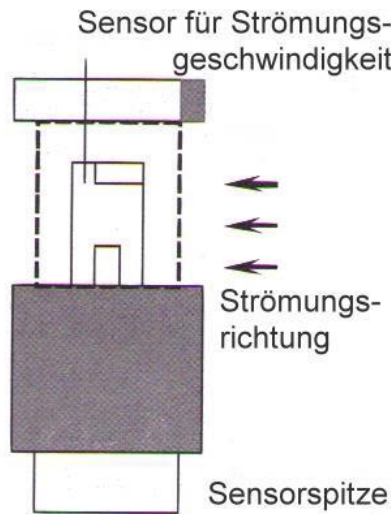

Fig 4
6. En el lado superior del sensor se encuentran flechas para la dirección de caudal. Estas flechas deben corresponder con la dirección de caudal (Fig. 4). Ahora puede leer en la pantalla principal la velocidad de caudal y en la pantalla secundaria la temperatura.